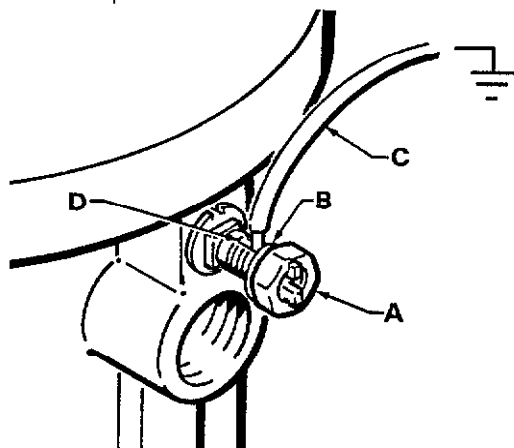

Fig. 1
Para poner a tierra la bomba, aflojar la tuerca obturadora (A) y la arandela (B) de la orejeta de puesta a tierra. Introducir una punta del cable de tierra (12 ga mínimo) (C) en la orejeta (D) y apretar firmemente la tuerca obturadora. Ver Fig 1. Conectar el otro extremo del cable a una verdadera conexión a tierra. Ver página 10 para modalidades de pedido de cable y brida de puesta a tierra.
NOTA: Los números y letras que aparecen entre paréntesis en el texto hacen referencia a la Instalación Típica, Fig. 1 y 2 y a los Esquememas de Piezas.